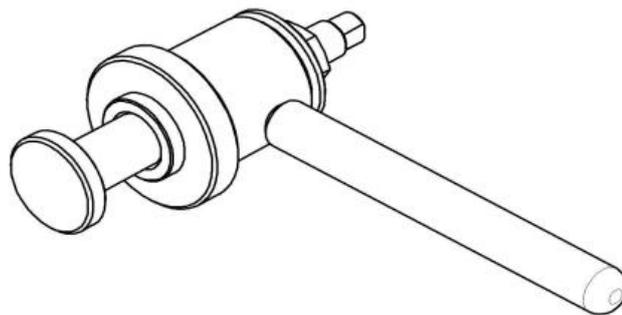

Рис. 15. Приспособление для запрессовки манжет(11000001333).
- используя приспособление для запрессовки манжет (см. рис. 15) установить манжету 1;